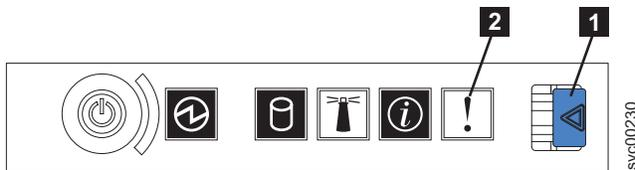

Figure 88. SAN Volume Controller 2145-8G4 panneau d'information opérateur
1. **Le voyant d'erreur présenté à la figure 88, à la page 271, qui est situé sur le panneau d'information opérateur du système SAN Volume Controller 2145-8G4, est-il allumé ou clignote-t-il ?**